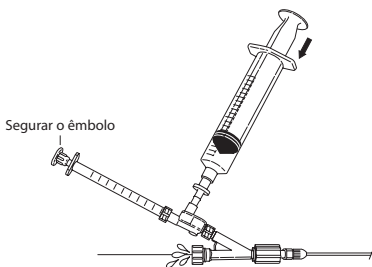

Fig. 6
8. Purgue as restantes bolhas de ar, mantendo o êmbolo da seringa de 1 mL imobilizado e pressionando lentamente o êmbolo da seringa de 20 mL para forçar a saída das restantes bolhas de ar. Depois de todo o ar ter sido removido do sistema, aperte a válvula Tuohy-Borst em redor do dispositivo de oclusão da ponta. **(Fig. 6)**